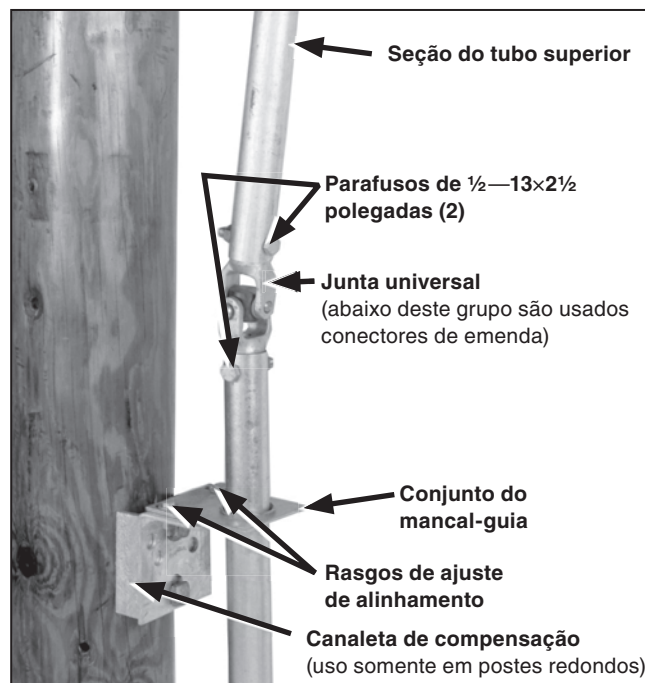

Figura 9. Conjunto do mancal-guia e junta universal (posição superior).
- PASSO 6.** Instale uma junta universal na ponta inferior da seção mais alta do tubo de operação vertical de forma análoga à descrita acima usando o parafuso de $\frac{1}{2}$ -13 \times 2 $\frac{1}{2}$ polegadas e a porca de $\frac{1}{2}$ -13 fornecidos. Ver Figura 9.
- PASSO 8.** Passe a próxima seção do tubo de operação vertical, de baixo para cima, pelo mancal-guia e acople-a à junta universal instalada na ponta inferior do tubo de operação vertical superior. Ver Figura 9.